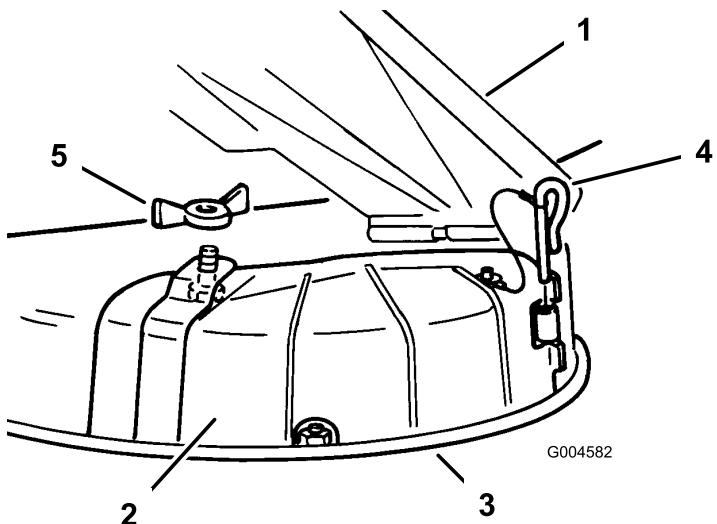

Figura 6
4. Retire la tuerca de orejeta, el perno y el pasador de bisagra que sujetan la tapa de descarga lateral en su lugar, y retire la tapa de descarga lateral de la carcasa (Figura 6). Guarde todas las piezas para su uso futuro.